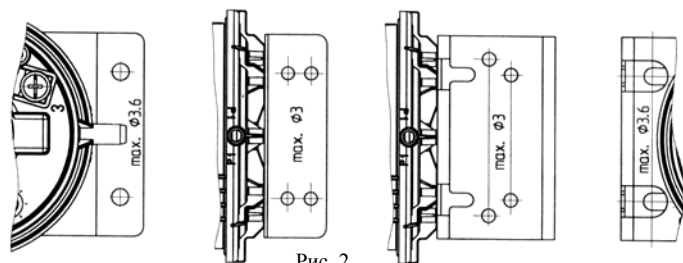

Рис. 2.
2. Для крепления реле в комплекте с ним имеется кронштейн. Присоединительные размеры обозначены на рис. 2.